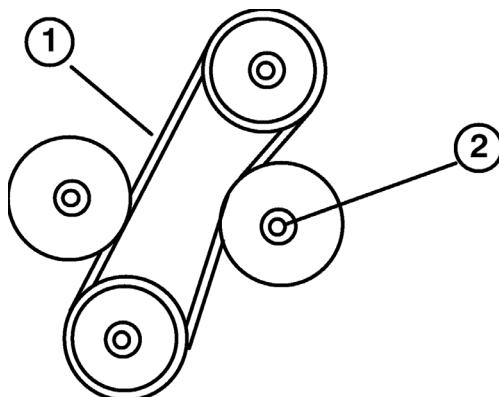

Bild 33
3. Die Riemdurchbiegung in der Mitte zwischen den Riemscheiben bei 22 Nm sollte 6 mm betragen (Bild 33). Wenn das nicht der Fall ist, gehen Sie zu Schritt 4. Andernfalls fahren Sie mit Schritt 5 fort.
4. Lösen Sie die Sicherungsmutter, mit der die verstellbare Spannscheibe befestigt ist (Bild 33). Bewegen Sie die Spannscheibe in Richtung Riemen, bis die gewünschte Durchbiegung erreicht ist, und ziehen Sie dann die Sicherungsmutter der Spannscheibe an (Bild 33).
2. Lösen Sie die Sicherungsmutter, mit welcher die verstellbare Spannscheibe befestigt ist, bewegen Sie die Scheibe vom Antriebsriemen weg und nehmen Sie den Antriebsriemen von den Scheiben ab (Bild 33).
3. Bringen Sie den neuen Riemen an und stellen Sie die Spannung ein. Bewegen Sie die Spannscheibe in Richtung des Antriebsriemens, bis sich der Riemen bei einer Belastung von 22 Nm in der Mitte zwischen der oberen Scheibe und der stationären Spannscheibe 6 mm Durchbiegung aufweist. Ziehen Sie die Sicherungsmutter der Spannscheibe an, damit die Einstellungen beibehalten werden (Bild 33).